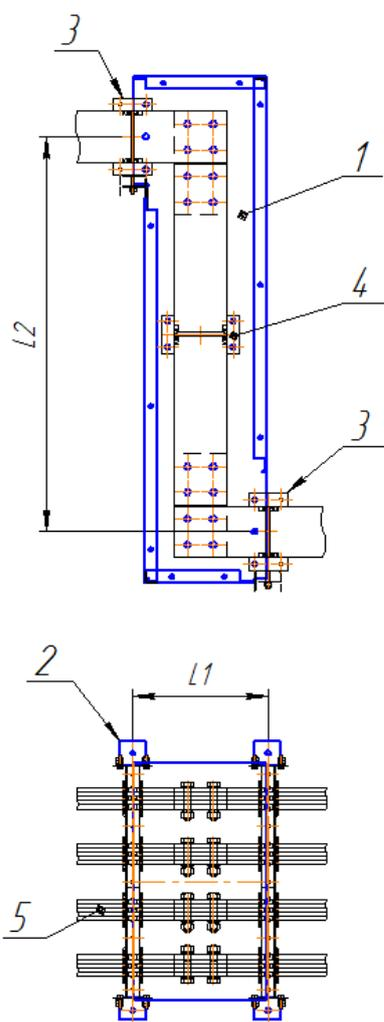

Рисунок 5. Секция смещения уровня ШВ2-СУ1-310х920
**ШВ2-СУ1-310x920** – секция смещения уровня, размер в осевом направлении шинопровода 310, смещение уровня 920 (Рис. 5);